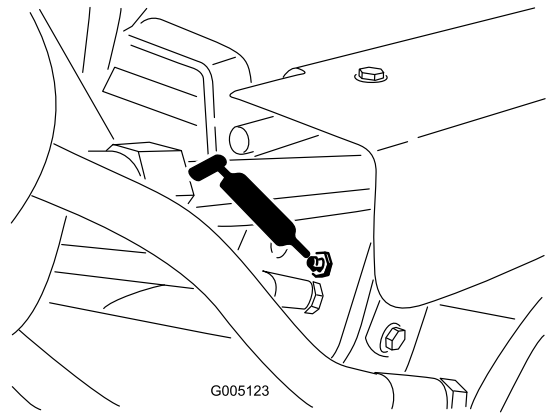

**Figura 40**
- Eje de la horquilla de dirección (1) (Figura 40)
- Extremo de la biela de la dirección (Figura 40)